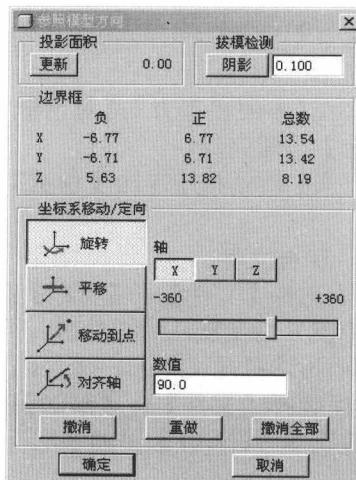

图 1.21
⑥ 在【菜单管理器】中选择“(Dynamic) 动态”，弹出【参照模型方向】对话框如图 1.21 所示。